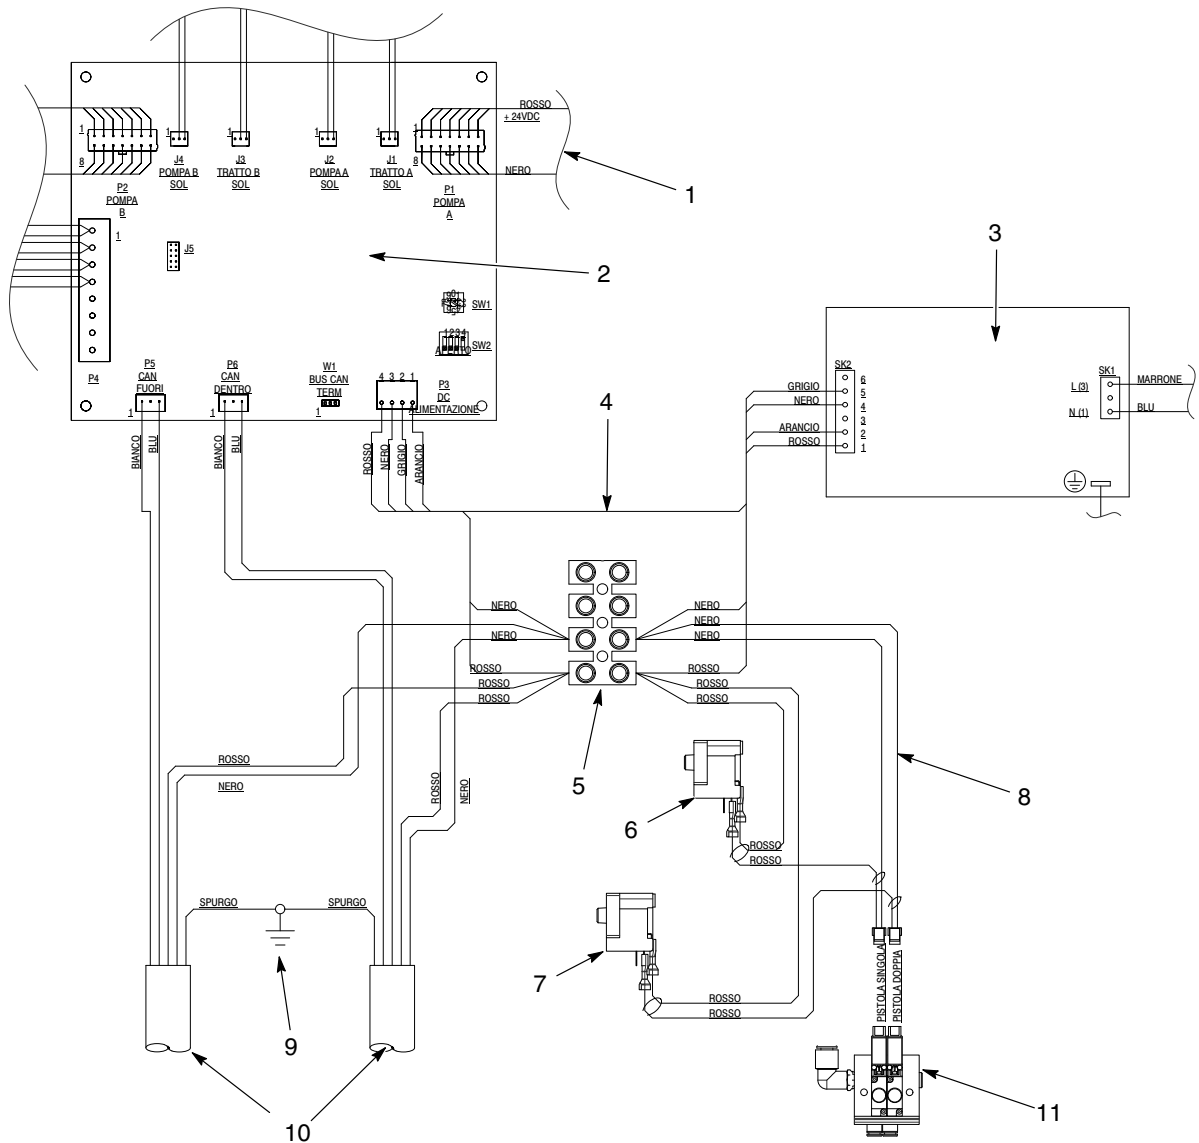

Figura 3 Schema di cablaggio (nella figura un sistema a due pistole)
Vedi figura 3 per l'illustrazione del cablaggio.
3. Installare nuovi cavi come descritto nella figura 3, articolo 10.
Vedi figura 3, articolo 8 per l'illustrazione del cablaggio.